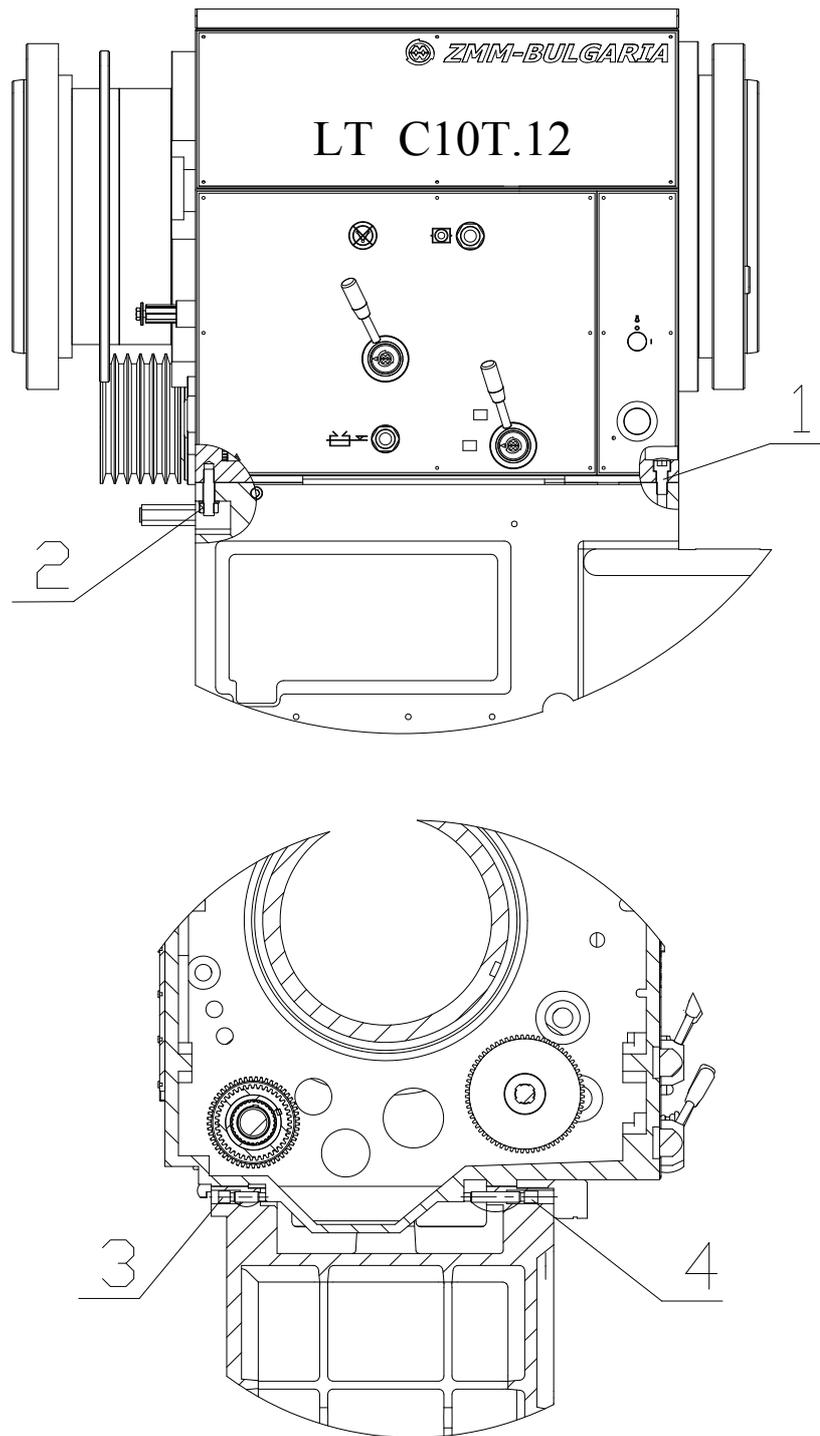

Рис.8.2
8.2. РЕГУЛИРОВАНИЕ ПОЛОЖЕНИЯ ШПИНДЕЛЬНОЙ КОРОБКИ (РИС. 8.2)